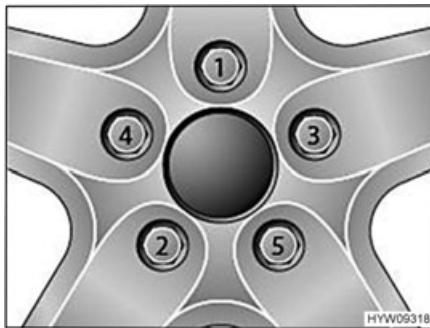

Fig. 133 Serraggio a croce di dadi delle ruote e bulloni delle ruote
- Serrare i dadi delle ruote o i bulloni delle ruote nell'ordine riportato in Fig. 133. A tale scopo, utilizzare una chiave dinamometrica e rispettare la coppia di serraggio indicata (vedi paragrafo 13.5.2).
- Controllare regolarmente il serraggio dei dadi o dei bulloni. Regolare il serraggio dei dadi delle ruote o dei bulloni delle ruote di una ruota sostituita dopo circa 50 km. A tale scopo, procedere seguendo l'ordine indicato in Fig. 133.
- Se si utilizzano cerchioni nuovi o riverniciati, regolare il serraggio dei bulloni o dei dadi dopo altri 1000 - 5000 km. A tale scopo, procedere seguendo l'ordine indicato in Fig. 133.
- ▶ Serrare a croce i dadi o i bulloni delle ruote (Fig. 133).